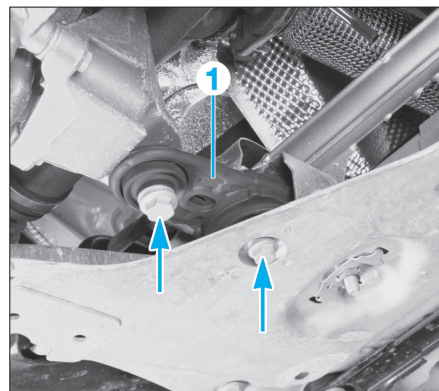

FIG. 4
- le support antibasculement inférieur (1) (Fig.4),